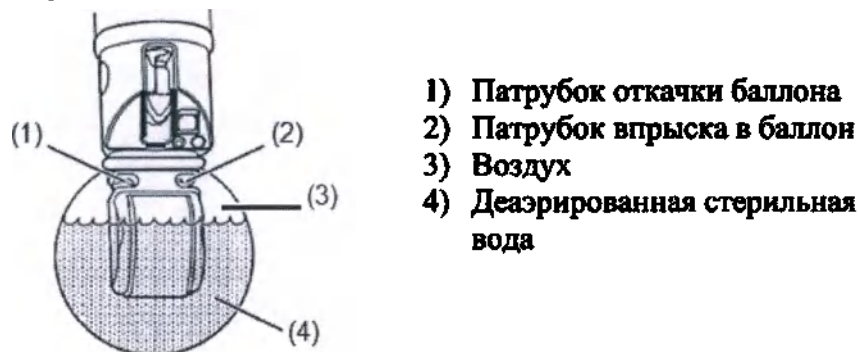

Рис. 7.70
- 4) Снова введите и откачайте деаэрированную стерильную воду с помощью клапана воздуха/воды/ баллона (OF-B207) и клапана управления аспирацией/аспирацией из баллона (OF-B206), чтобы удалить весь лишний воздух. В ходе этой процедуры дистальный конец эндоскопа должен быть обращён вниз, а патрубки впрыска и откачки баллона - вверх, как показано на Рис. 7.70.